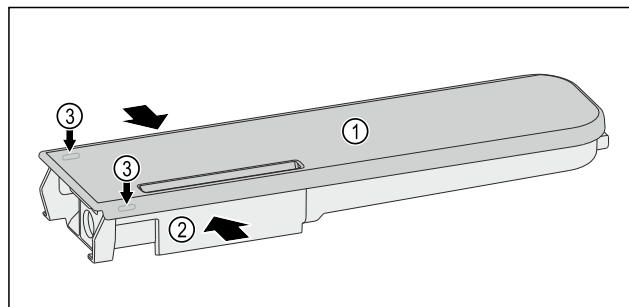

Fig. 174
- Stlačte nádrž na vodu Fig. 174 (2) k sobě a víko Fig. 174 (1) opatrně vypácte přes západky Fig. 174 (3) a vytáhněte nahoru.
- Víkem Fig. 174 (1) pohybujte lehce tam a zpět a sejmete jej nahoru.